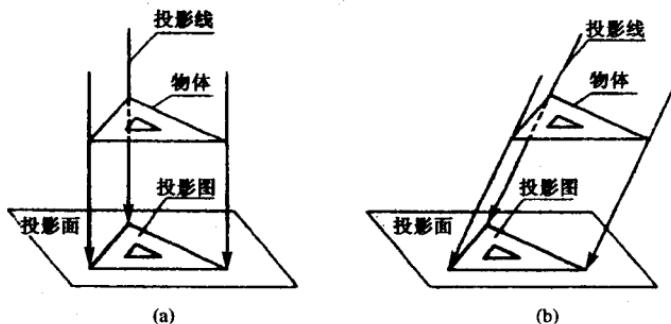

图 1-2 平行投影法
(1) 正投影法：如图 1-2(a)所示。投影线垂直于投影面的投影法。
(2) 斜投影法：如图 1-2(b)所示。投影线倾斜于投影面的投影法。